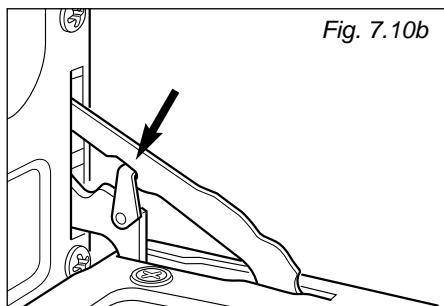

Fig. 7.10b
- Enganche las sujetaciones en los ganchos de las bisagras izquierda y derecha (Fig. 7.10B).